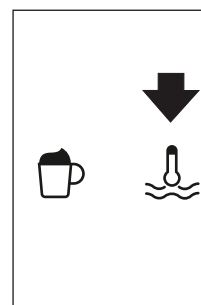

Rys. 21
- Jeśli wsypiesz więcej niż jedną miarkę kawy do lejka i się zablokuje, przepchnij kawę nożem (Rys. 21). Następnie wyciągnij i wyczyść zaparzacza i ekspres w sposób opisany w rozdziale „Czyszczenie zaparzacza”.